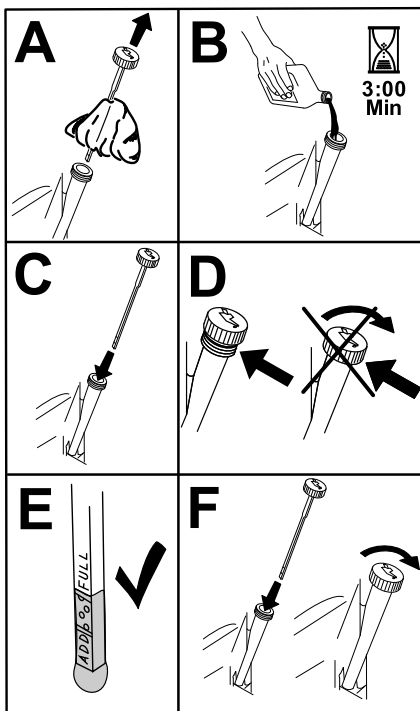

Figura 45
5. Vierta lentamente un 80% aproximadamente del aceite especificado por el tubo de llenado, luego añada lentamente el resto del aceite hasta que llegue a la marca **Lleno** (Figura 45).